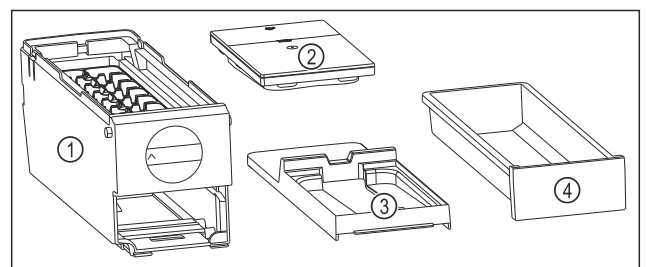

Fig. 119 Composants de l'EasyTwist-Ice
- ▶ L'EasyTwist-Ice est démonté en quatre parties. (voir Fig. 119)
- ▶ Ne démonter l'EasyTwist-Ice que de la manière illustrée. (voir Fig. 119)
- ▶ Nettoyer le corps de l'EasyTwist-Ice Fig. 119 (1) dans son ensemble.